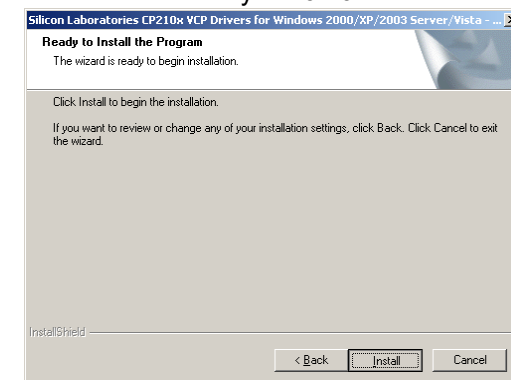

Рисунок 6.11
- на екрані з'явиться вікно (рисунок 6.11), клацнути по кнопці **Install**.